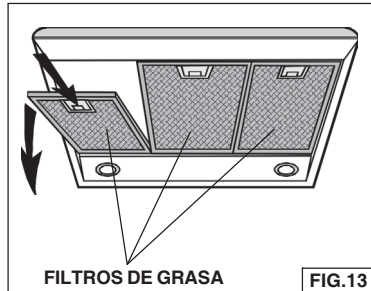

FIG.13
1. Para quitar el filtro de GRASA, agarre con fuerza la lengüeta del seguro y tire de ella. De esta forma desconectará el filtro de la campana. Inclíne el filtro hacia abajo y quítelo. Fig. 13